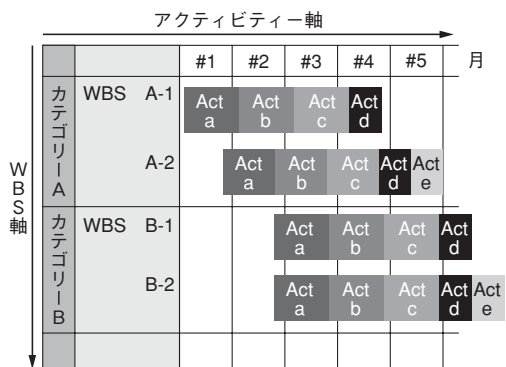

図1 ●アクティビティーとWBSによる2次元管理
では、手間を最小限にして最大限にデータを活用できる軸とは何か。それが、WBSとアクティビティーである。WBSとアクティビティーの2軸により開発作業を特定するわけだ(図1)。WBSは開発作業の範囲を特定する軸で、進ちょく管理単位となる。アクティビティーは開発作業工程、つまり作業の流れを特定する軸である。
ちょくメトリクス、④のステップでは基準モデルや標準開発プロセスといった技法・手法がある〔前号の『日経ものづくり』2005年7月号図1(p.106)参照〕。